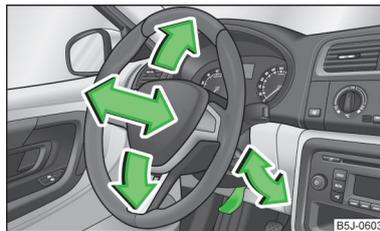

Fig. 2
- Gire la palanca de seguridad situada debajo del volante hacia abajo » fig. 2.